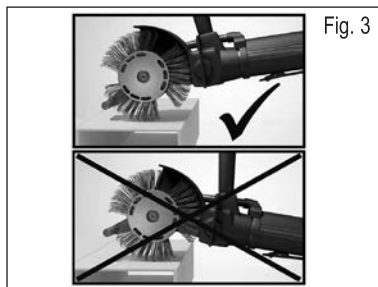

Fig. 3
5. Per un'ottimale prestazione, fare attenzione a condurre la barra di accelerazione sopra la superficie da lavorare tenendola vicino a questa. In caso di distanza fra barra di accelerazione e superficie troppo grande, si riduce sensibilmente la qualità della prestazione. **Vd. Fig. 3.** Una dettagliata descrizione delle modalità di lavoro dell'utensile Bristle Blaster® si può trovare nel **DVD in dotazione alla fornitura o presso il sito www.monti.de**